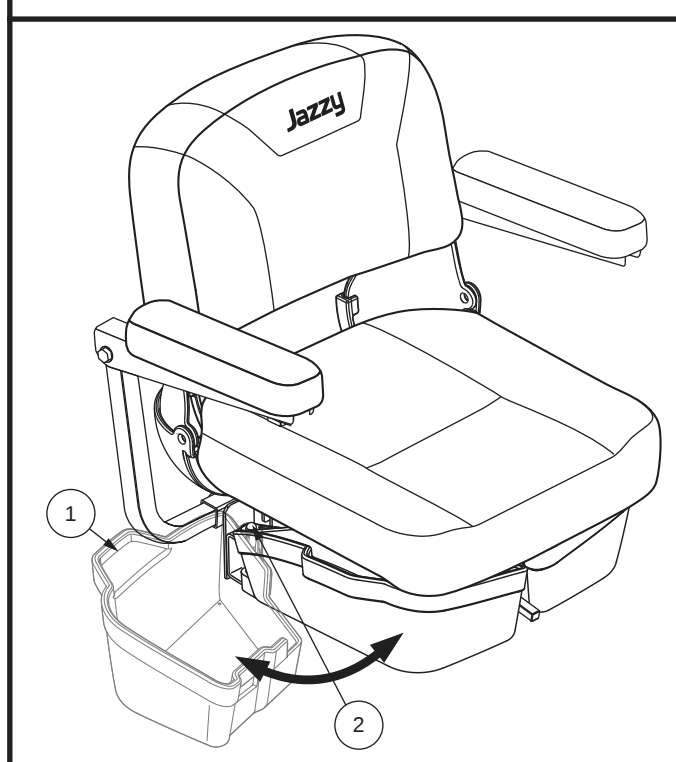

Figura 27. Vano portaoggetti sotto il sedile
1. Sollevare leggermente il punto di presa sul lato del cestello portaoggetti (**vedere figura 27**) e far scivolare il cestello fuori dalla miniscooter.
1. Sollevare leggermente il punto di presa posto sul lato del cestello portaoggetti (**vedere figura 27**) e far scivolare completamente il cestello fuori dalla miniscooter.
2. Se è dotato, rimuovere lo portaoggetti sotto il sedile. **Vedere la figura 27.**
7. Se è dotato, togliere lo portaoggetti sotto il sedile. **Vedere figura 27.**